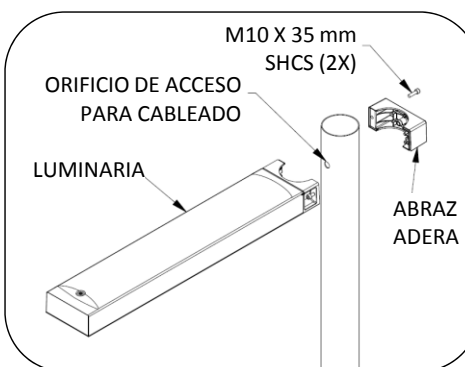

Fig. 3: Instalación de la luminaria
4. Instale la abrazadera en el poste como se indica en la Fig. 3. Se necesita una llave hexagonal M7.